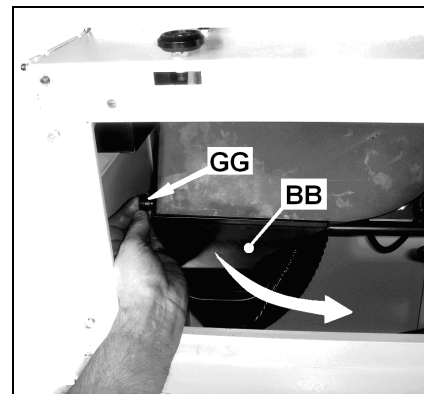

Fig 23
Retirer la vis moletée (GG, Fig 23) et rabattre l'entonnoir de raccordement (BB) vers le bas.